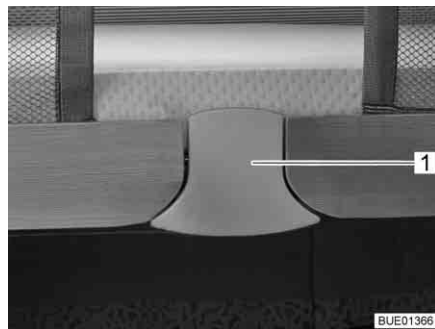
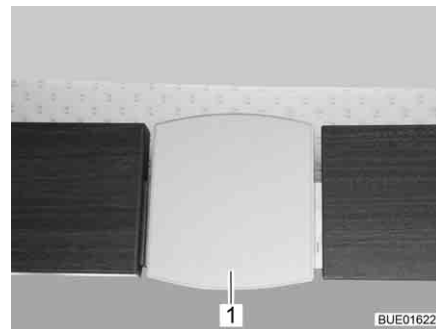

Fig. 139 Dispositivo de desbloqueo (Elegance)
Fig. 140 Dispositivo de desbloqueo (Viseo)
- Extraer la parte inferior de la placa de desbloqueo (Fig. 139,1 ó bien Fig. 140,1). Se ha soltado el bloqueo.